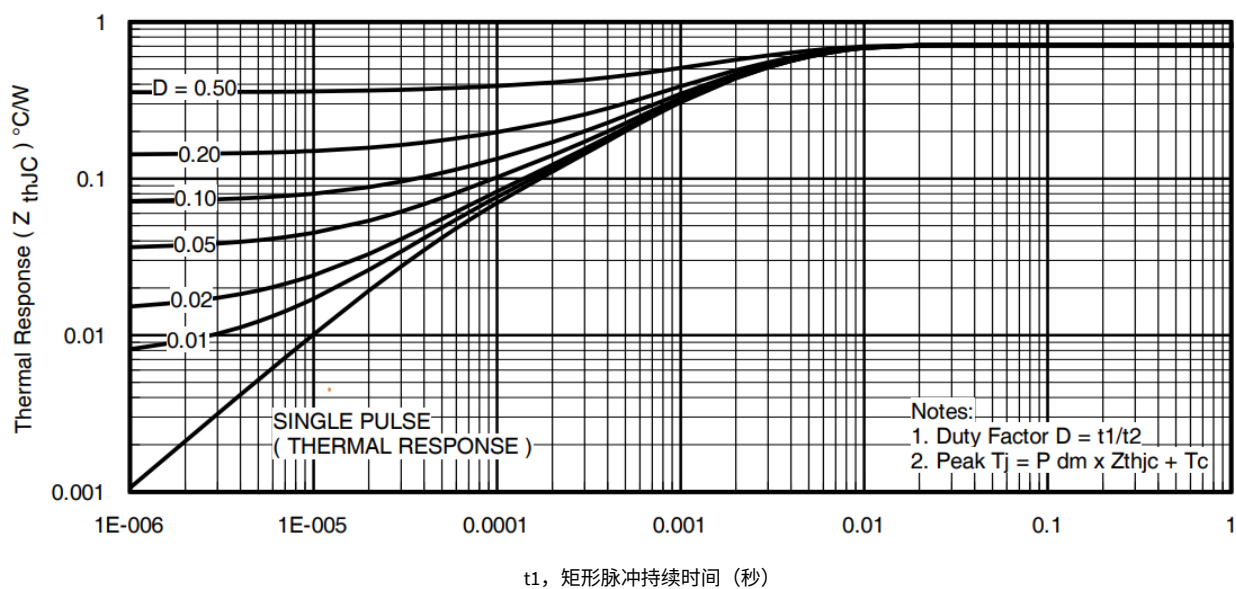
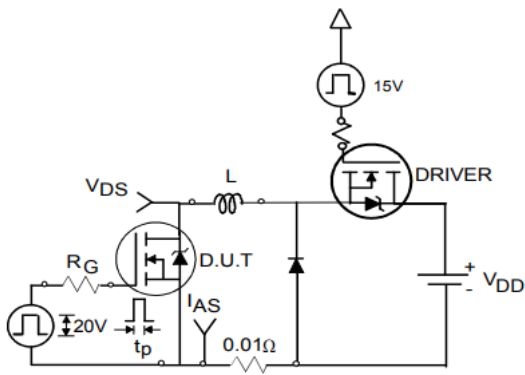

图 11.最大有效瞬态热阻，结到壳
Fig 12a. Unclamped Inductive Test Circuit
- ① 重复额定值；脉冲宽度受最高结温限制。（见图11）
- ② 受 T_{Jmax} 限制，初始 $T_J = 25^\circ\text{C}$ 、 $L = 3.6\text{mH}$ 、 $R_G = 50\Omega$ 、 $I_{AS} = 11A$ 、 $V_{GS} = 10V$ 。不建议在高于此值的情况运行器件。
- ③ 脉冲宽度 $\leq 1.0\text{ms}$ ；占空比 $\leq 2\%$ 。
- ④ $C_{oss \text{ eff.}}$ 是一个固定电容值，当 V_{DS} 从 0 上升至 $80\% V_{DSS}$ 时，其充电时间与 C_{oss} 相同。
- ⑤ 受 T_{Jmax} 限制，典型重复的雪崩性能见图12a、12b、15、16。
- ⑥ 该值由样片故障总数决定，初始结温为 $T_J = 25^\circ\text{C}$ ， $L = 3.6\text{mH}$ ， $R_G = 50\Omega$ ， $I_{AS} = 11A$ ， $V_{GS} = 10V$ 。
- ⑦ 这适用于安装在 1 平方英寸 PCB（FR-4 或 G-10 材料）上的 D²Pak。有关推荐的封装和焊接技术，请参阅应用手册 #AN-994
- ⑧ R_θ 在 T_J 约 90°C 时测得。
3. 如下公式基于图 12a、12b 所示的电路和波形。